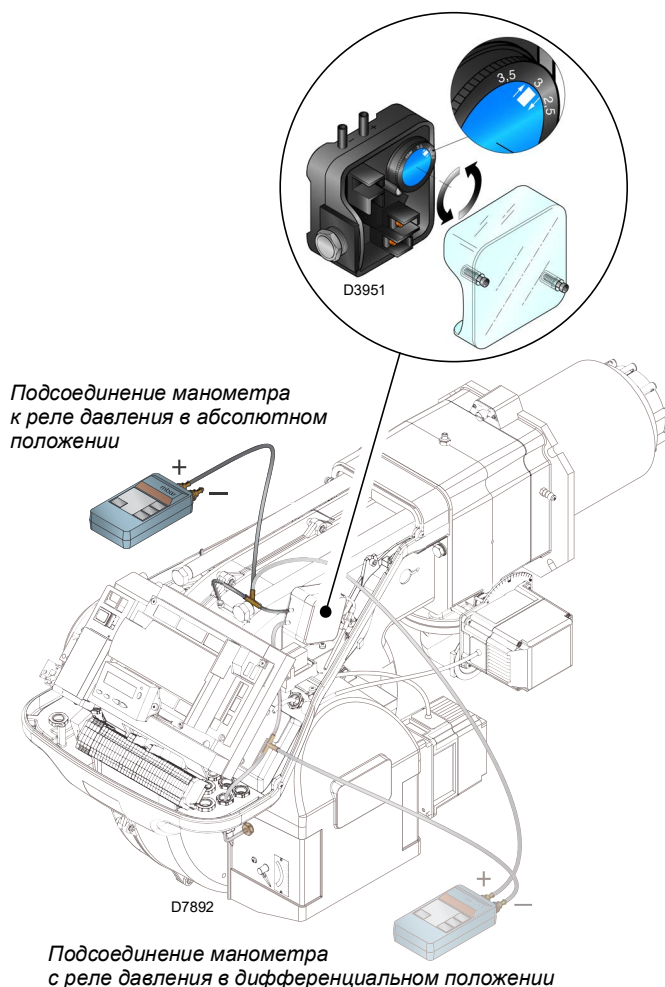

Рис. 31
- Отрегулируйте реле давления воздуха (Рис. 31 на стр. 35) на начало шкалы.
Настройка реле давления воздуха (Рис. 31) выполняется после всех остальных регулировок горелки, устанавливая реле давления воздуха на начало шкалы.
Подсоединение манометра указано на Рис. 31. Стандартная конфигурация, когда подсоединено реле абсолютного давления воздуха. Обратите внимание, что наличие "Т" - образного соединения не входит в поставку.
В этом случае манометр также должен быть дифференциальным, как показано на Рис. 31.